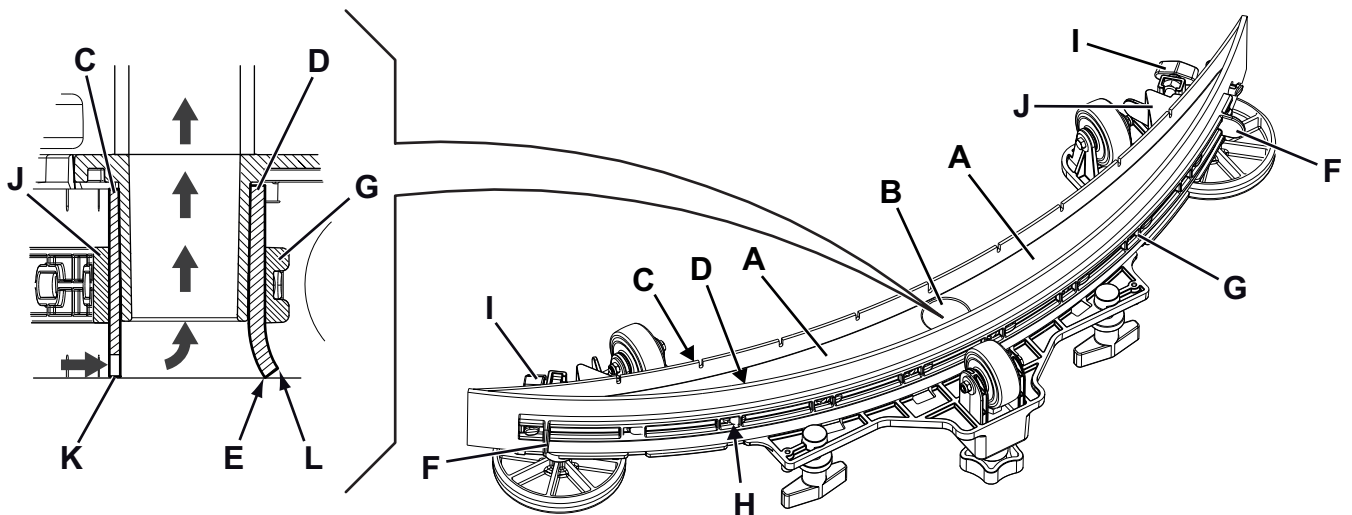

Figure 8
2. S'assurer que la machine est éteinte avec la clé opérateur (41) en position « O ».
3. Desserrer les boutons (32) et déposer l'embouchure (13).
4. Laver et nettoyer l'embouchure. Nettoyer en particulier les compartiments (A, Fig. 8) et l'orifice (B) de la saleté et des déchets. Contrôler que la lamelle en caoutchouc avant (C) et la lamelle en caoutchouc arrière (D) sont intactes et qu'elles ne présentent pas de coupures ou déchirures ; en cas contraire, les remplacer comme indiqué au paragraphe suivant.
2. Contrôler que la lamelle en caoutchouc avant (C, Fig. 8) et la lamelle en caoutchouc arrière (D) sont intactes et qu'elles ne présentent pas de coupures ou déchirures ; en cas contraire, les remplacer en procédant comme suit. Contrôler que l'arête avant (E) de la lamelle en caoutchouc arrière n'est pas usée ; en cas contraire, tourner la lamelle en caoutchouc, en remplaçant l'arête usée avec l'une des trois arêtes intactes. Si toutes les arêtes sont usées, remplacer la lamelle en caoutchouc en procédant comme suit :
- À l'aide de la lamelle (F), libérer et retirer la bande élastique (G) des dispositifs de retenue (H), puis remplacer/renverser la lamelle en caoutchouc arrière (D).
- Dévisser les boutons (I) et enlever la bande de retenue (J), puis remplacer/renverser la lamelle en caoutchouc avant (C).
3. Reposer l'embouchure (13) et serrer les boutons (32).
- Vérifier que le rabat (K) de la lamelle en caoutchouc (C) et le rabat (L) de la lamelle en caoutchouc arrière (D) posent comme indiqué sur la figure.
- Pour le réglage, utiliser la manette (33).